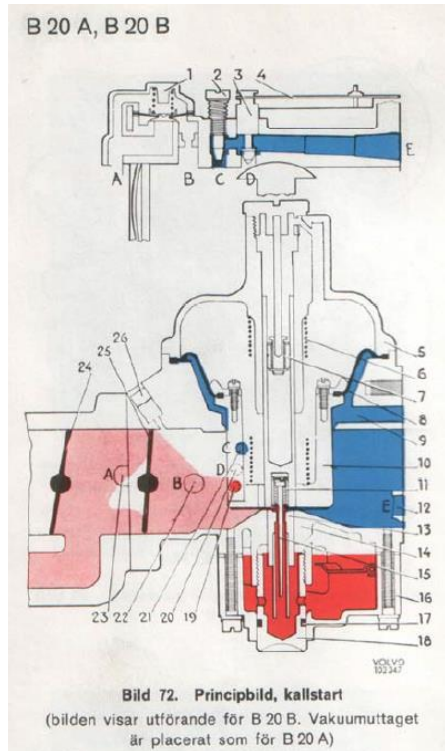

Bild 72. Principbild, kallstart
Med *Volymskruven* (2, bild 72) kan finjustering av motorns tomgång utföras.
När *Gaspjället* öppnas erhålles i *Vakuumkammaren* ungefär samma vakuum som i motorns *Insugningsrör* – även kallat *Plenum*. På grund av tryckskillnaden mellan *Vakuumkolvens* undersida, där trycket i *Karburatorns* inloppsport råder, och *Kolvens* översida, där vakuum råder, lyfts *Kolven* från *Bryggan*. Härvid lyfts även den koniska *Nålen* (15, bild 72) som är fäst vid *Kolven*, ur *Munstycket*. Genomströmningsarean och därmed även bränslemängden ökar. (bild 74) Då vakuumet i motorn är beroende av motorns varvtal och belastning erhålles alltid rätt bränslemängd vis alla belastningsförhållanden.
När *Vakuulkolven* (10, bild 72) lyfts upp trycks *Dämpkolven* (7) mot sitt säte och hindrar oljan att strömma förbi från undersidan till ovasidan av *Dämpkolven* och *Kolvens* (10) rörelse bromsas. Härigenom uppstår temporärt ett starkare vakuum ovanför *Munstycket* och bränsleluftblandningen blir tillfälligt fetare.